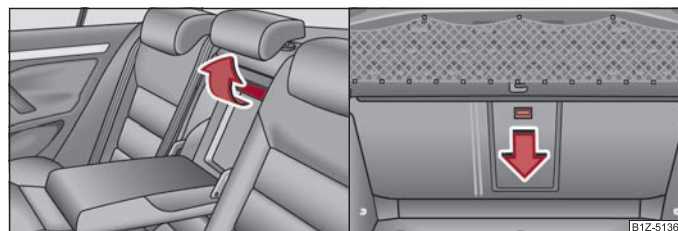

Fig. 78 Asientos traseros: Asidero de la tapa/Maletero: Tecla de desbloqueo
- Tire del tirador hacia arriba del todo y abata la tapa hacia abajo → fig. 78 - lado izquierdo.
- Empuje la tecla de desbloqueo hacia abajo → fig. 78 - lado derecho - y abata la tapa (con apoyabrazos) hacia delante.